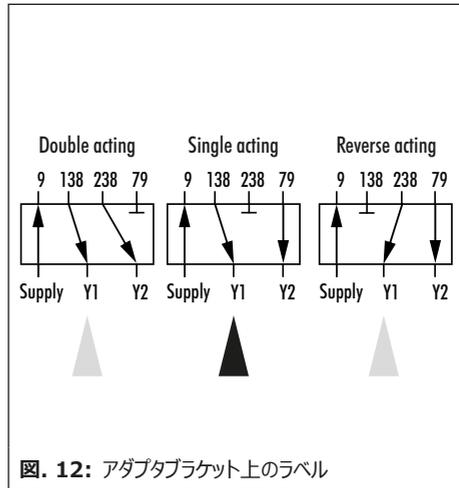

図. 12: アダプタブラケット上のラベル
3. 回転盤 (7) をアダプタブラケット (6) に取り付けます。回転盤を回して、必要な切り替え機能を 図. 12 から選択します。